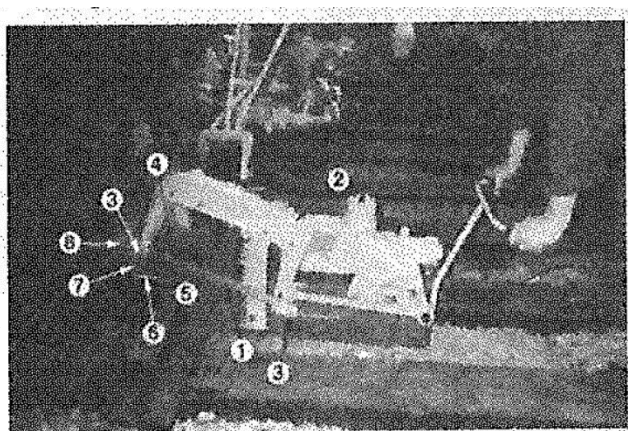

Рис. 3
18. Что изображено на рис. 3 под № 2
19. Назначение болта 8 (рис. 3)